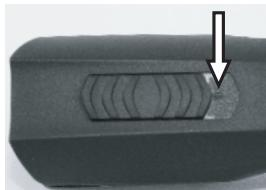

Fig. 4 Interruptor posición DESCO. ("0")
1. Examine los contactos de la esquiladora (1) y de la batería (2) a cuerpos extraños y ensuciamientos.
2. Asegurese que el interruptor de la esquiladora está en posición DESCO ("0") (fig.4).
1. Meta el interruptor a la posición DESCO "0" (fig. 4).
2. Apriete el enclavamiento de batería (2) de los dos lados hacia el interior y retire la batería (1) de la esquiladora.